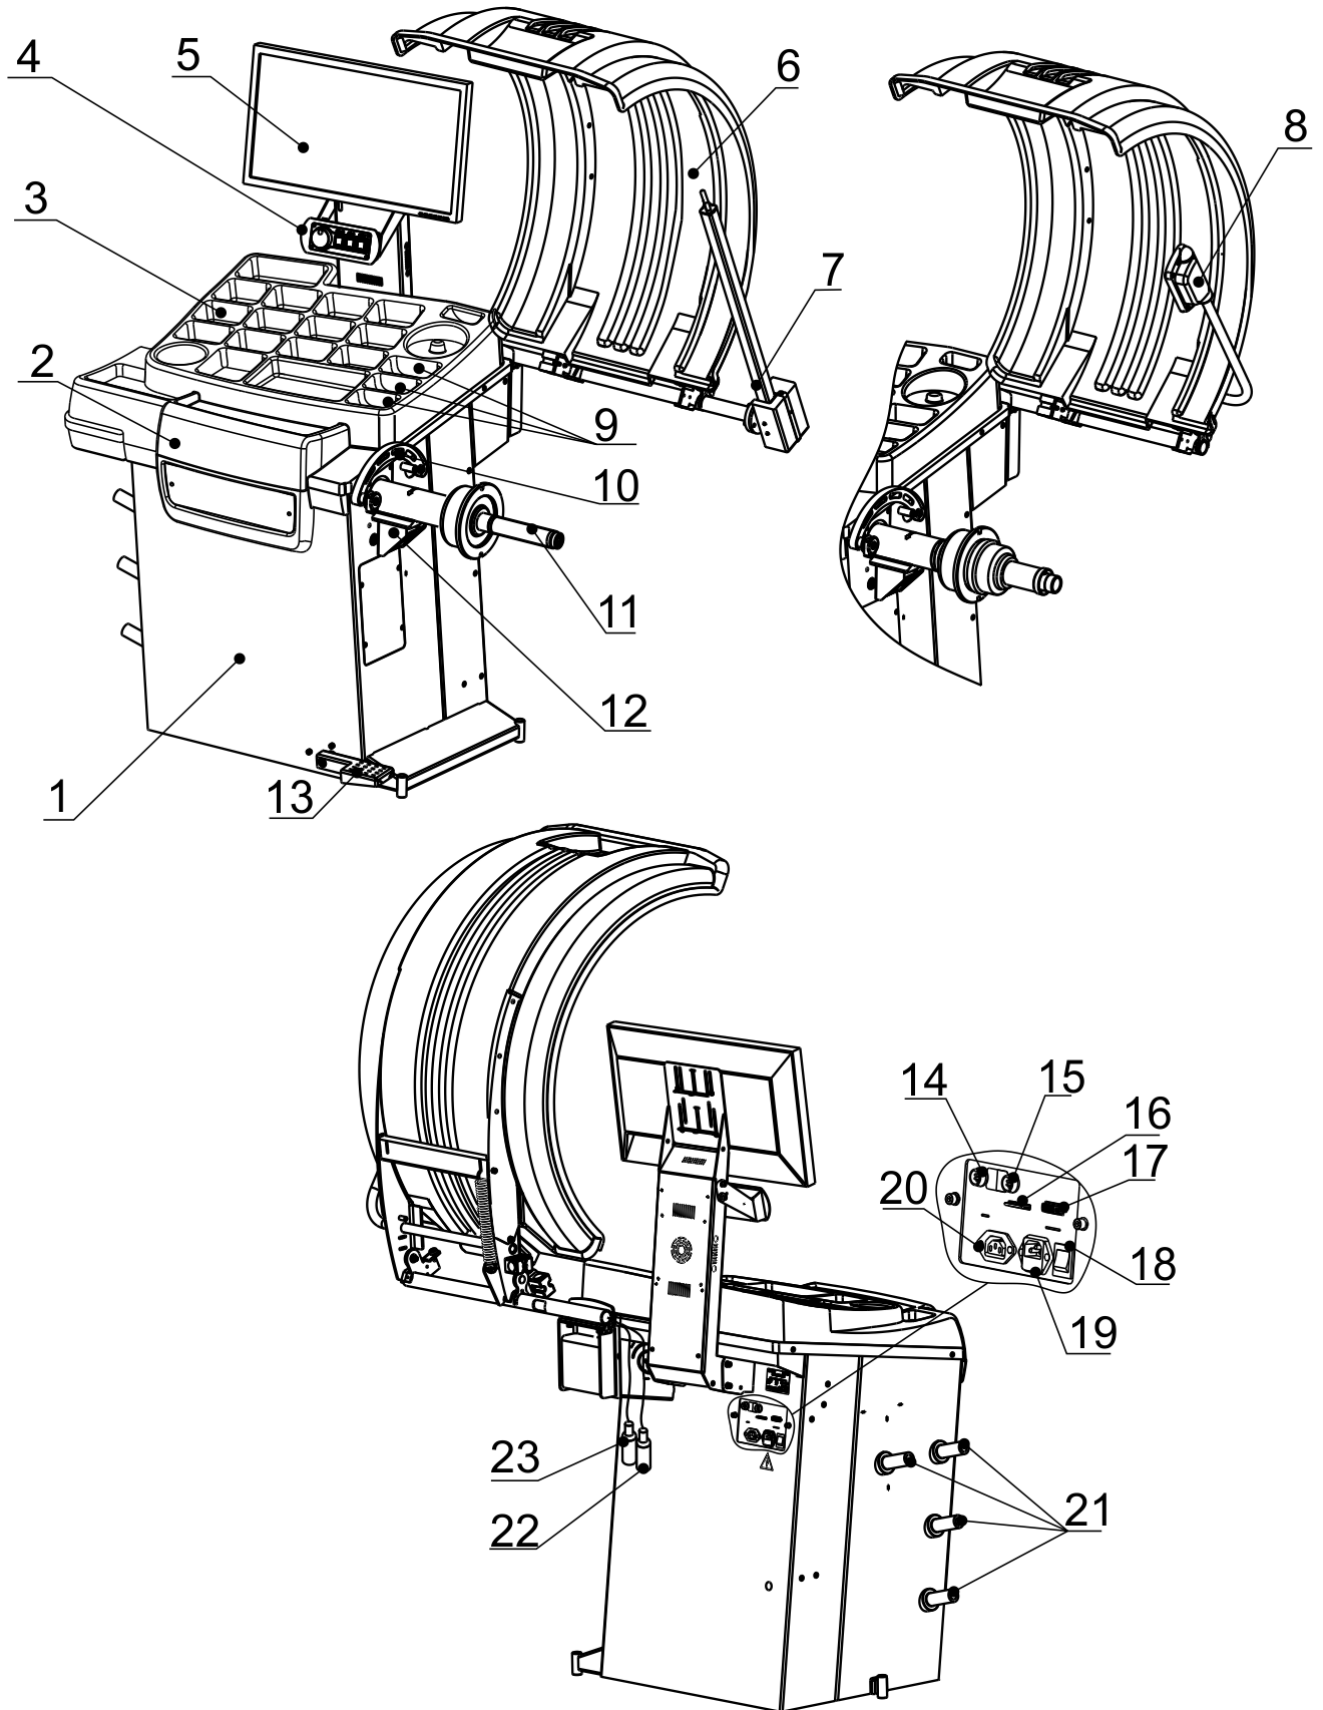

Рисунок 4.1
4.2.5 Подключить вилку второй линейки или УЗ датчика (22) к гнезду для подключения (15) (использовать соответствующую цветовую маркировку гнезда и вилки, рисунок 4.1).
- подсоединить DVI или HDMI кабель к гнезду монитора и гнезду (17, рисунок 4.1), расположенному на корпусе станка.
4.2.8 Подключить шнур сетевой к разъему, расположенному на задней панели корпуса станка (рисунок 4.1), и к питающей сети, оборудованной розеткой с контактом заземления.